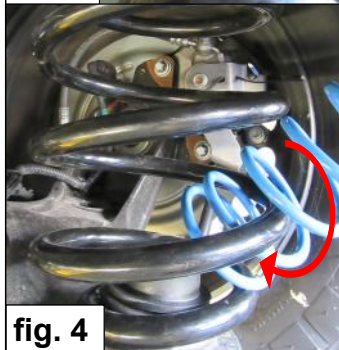

fig. 4
4. Breng de hulpveer C met een kantel beweging in de hoofdveer. (Zie fig. 4 & 5).
4. Tilt the auxiliary spring C into the main spring. (See fig. 4 & 5).
4. Drehen Sie der Hilfsfeder C mit einer kipp Bewegung in der originale Hauptfeder. (Siehe Abbildung 4 & 5).